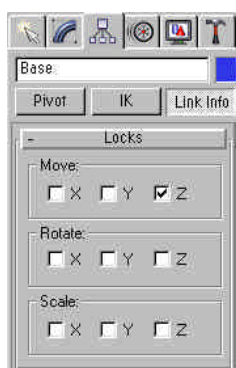

图11-12 底座在层级命令面板上的设置
13) 底座可以沿X、Y轴做水平移动, 因此要锁定Z轴, 在层级命令面板上的设置如图11-12所示。